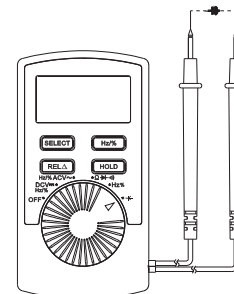

Рисунок 7
**5. 6. Измерение емкости (см. Рис. 7)**